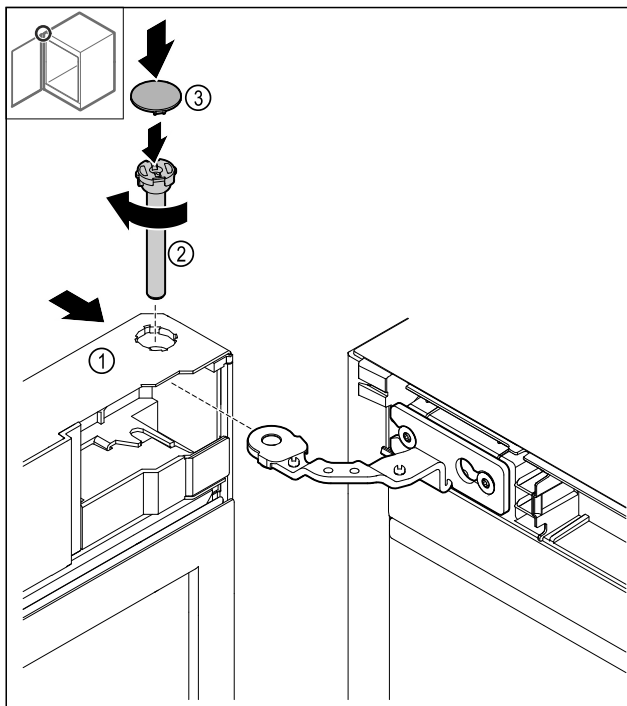

Fig. 48
- ▶ Felül tolja az ajtót Fig. 48 (1) a zsanérra.
- ▶ A csapot Fig. 48 (2) dugja be, és az óra járásával egyező irányban húzza meg.
- ▶ Helyezze fel a fedelet Fig. 48 (4).